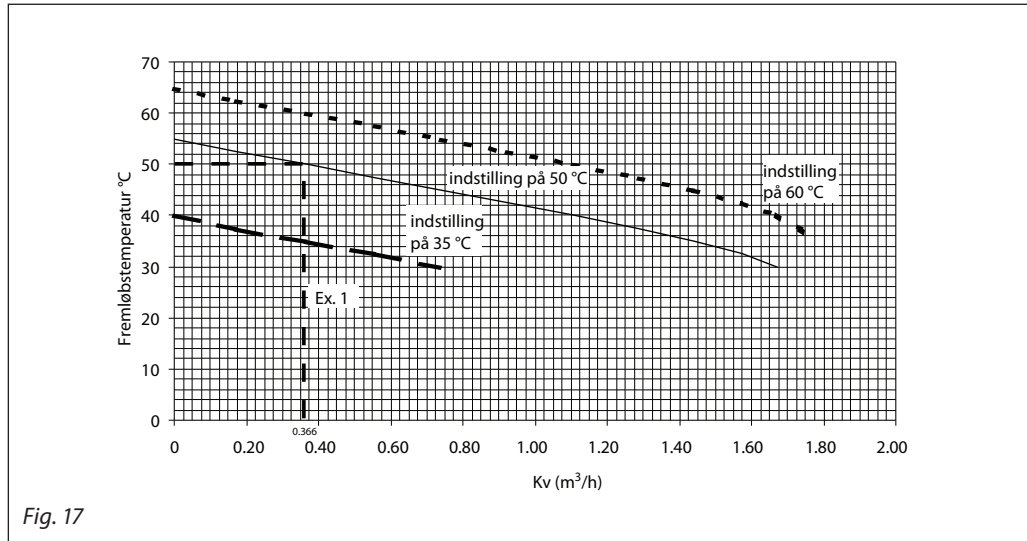

Fig. 17
- Når konstruktionsflowet er beregnet, så brug Fig. 17 på side 9.